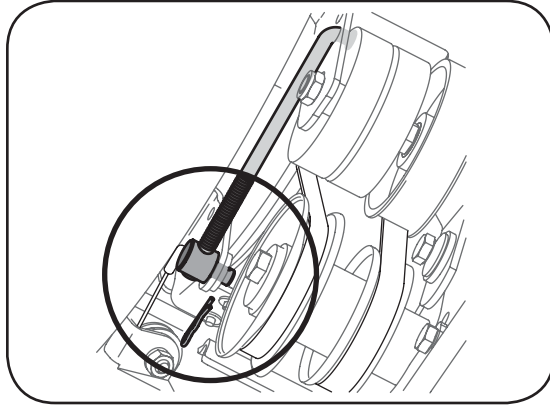

Figure 6-6
- Retirez la goupille fendue et la rondelle plate de la vis pour décaler la tige de tension de la tarière du support du train, comme à la Figure 6-6.